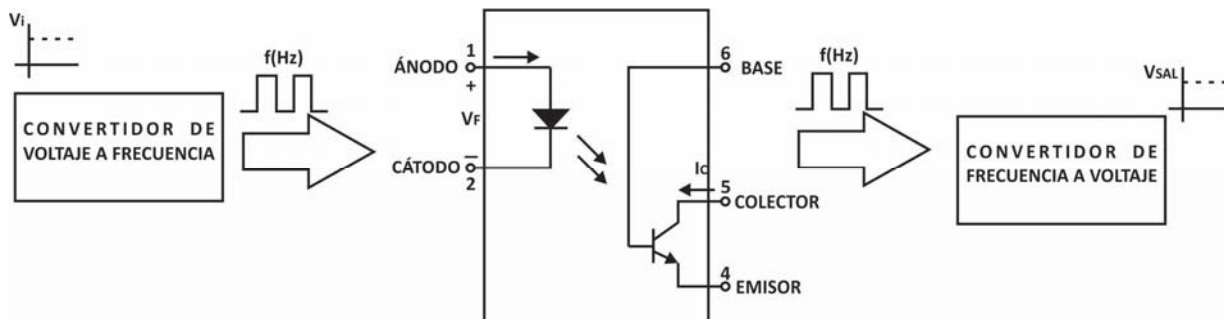

Figura 5 Diagrama a bloques de Cv-f y Cf-v
1. Utilizando los circuitos hechos en la práctica 7 y 8, poner entre los convertidores el optoacoplador como se muestra en la Figura 5: